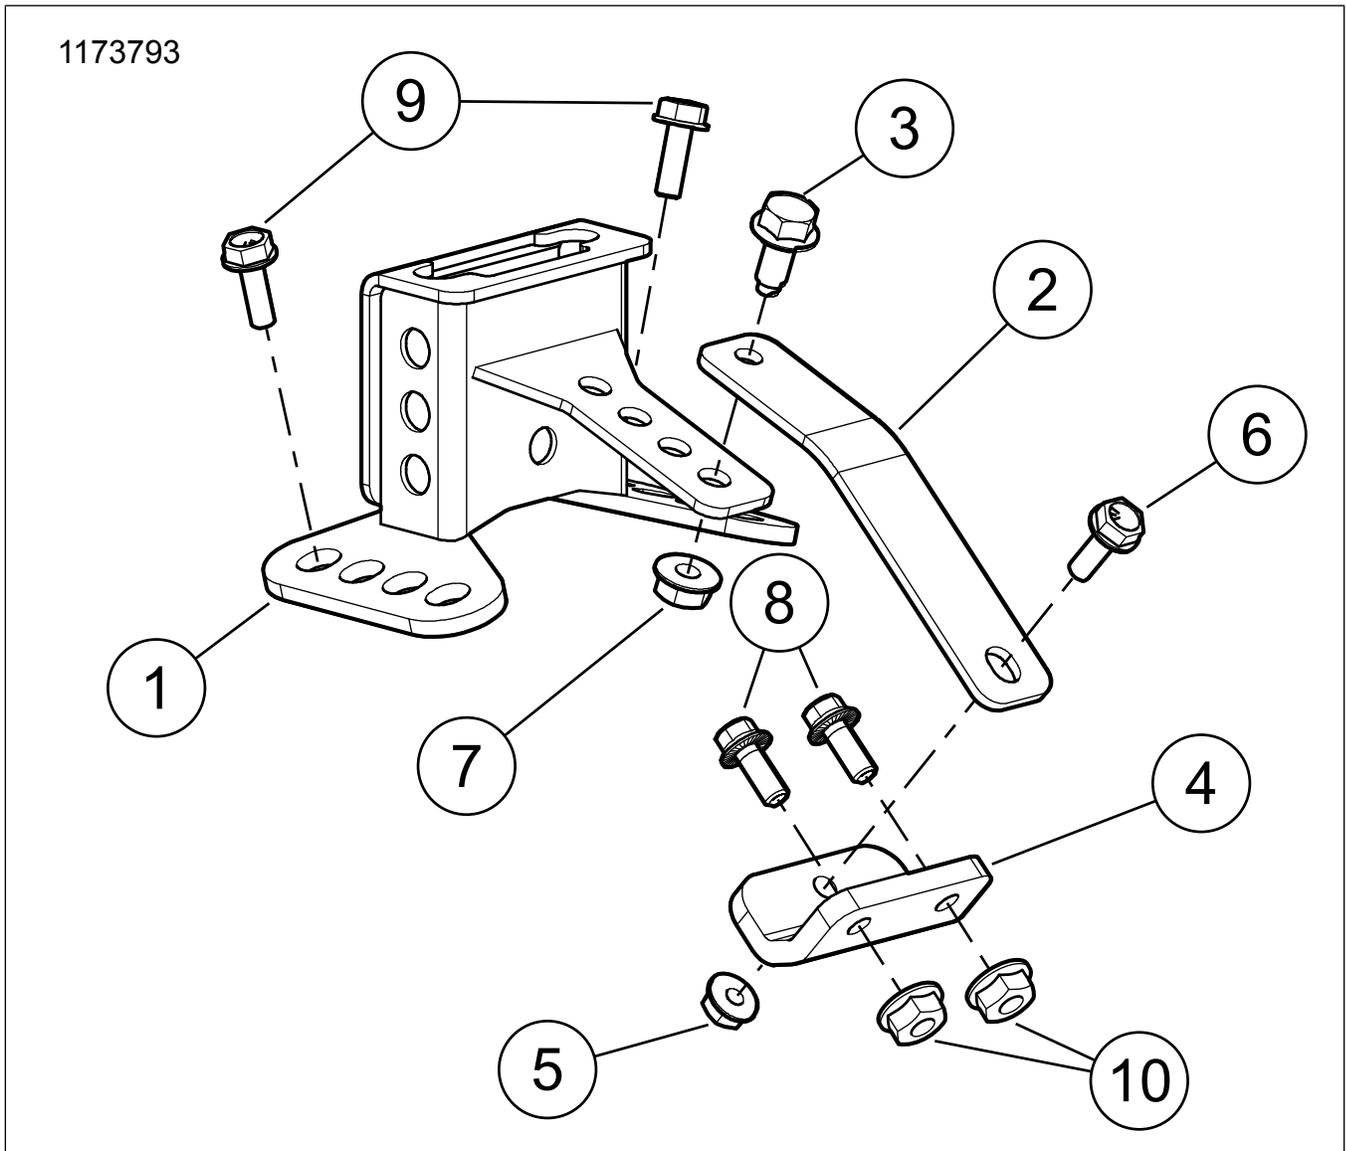

Figure 1. Contenu du kit : Kit matériel de montage
3. Voir la Figure 1. Installez le support (2).
- b. À l'aide du boulon (3) et de l'écrou de verrouillage à embase (7), installez le support sur le support de montage du dossieret sans les serrer.
- c. À l'aide de la vis à embase (6) et de l'écrou à embase (5), installez le support sur le support. Serrer.